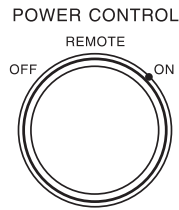

Abbildung 10
Um den MPC1500 automatisch ein- bzw. ausschalten zu lassen, wenn ein Vorverstärker oder ein A/V Control Center ein- bzw. ausgeschaltet wird, drehen Sie den Schaltknopf "POWER CONTROL" in die Fern (REMOTE)-Stellung. Bei der manuellen Bedienung drehen Sie den Schaltknopf "POWER CONTROL" nach Bedarf in die in (ON)- oder Aus (OFF)-Stellung (siehe Abbildung 10).